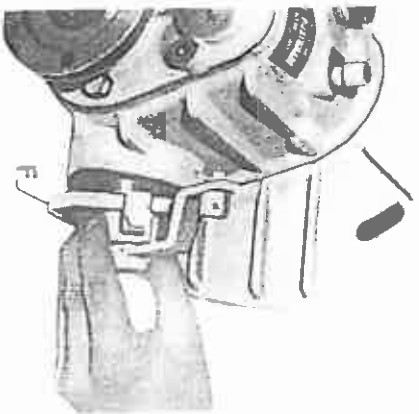

Fig. E3
- le système de commande (3 vis M 6) en le tirant vers l'extérieur par le bouchon F - Fig. E3.
- the control system (3 screws M 6) by pulling it outwards through the filler plug F - Fig. E3.